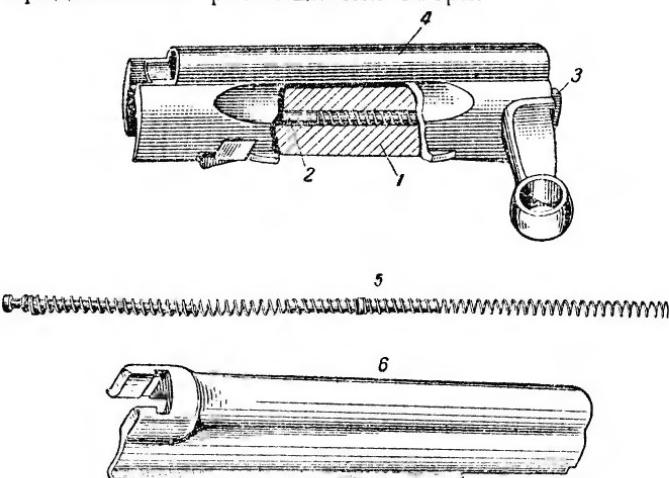

Рис. 22. Запирающий механизм:
**23. Запирающий механизм** (рис. 22) в собранном виде состоит из следующих основных частей: остова затвора с выбрасывателем и ударником, стебля затвора, возвратной пружины с направляющим стержнем и трубкой, крышки ствольной коробки.